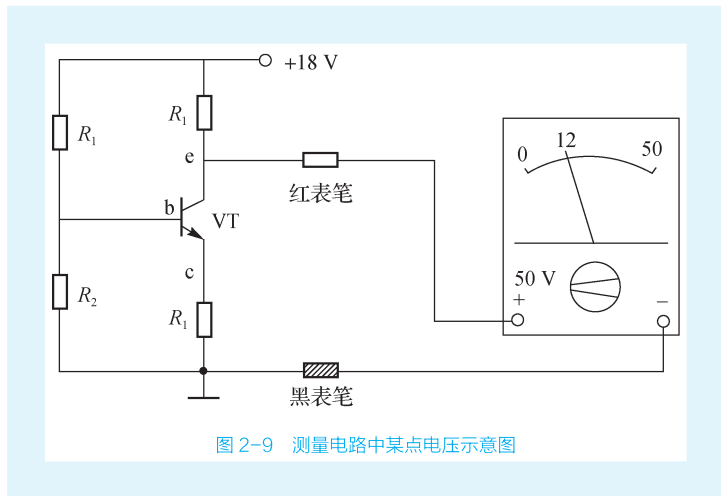

图 2-9 测量电路中某点电压示意图
(2) 测量电路中某点的电压。这里以测量电路中三极管集电极的电压为例来说明, 测量示意图如图 2-9 所示。